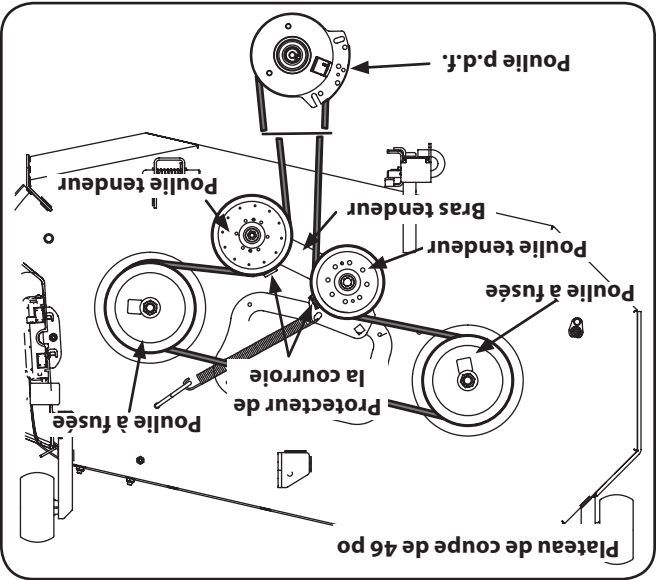

Figure 7-9
6. Faites passer la courroie comme la Figure 7-9 le montre, puis remontez le plateau de coupe (Voir le chapitre « Installation du plateau de coupe »)